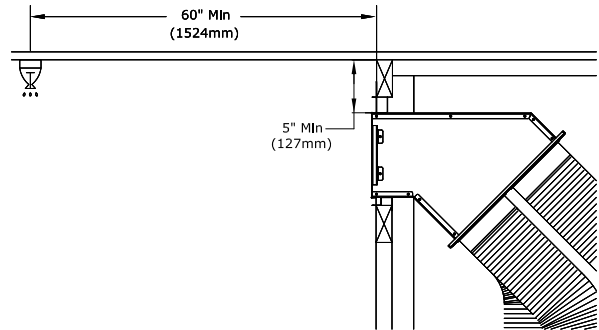

Figure 4.4 - Dégagement au gicleur
- La Figure 4.4 montre un KZK latéral, mais votre installation peut sembler légèrement différente.